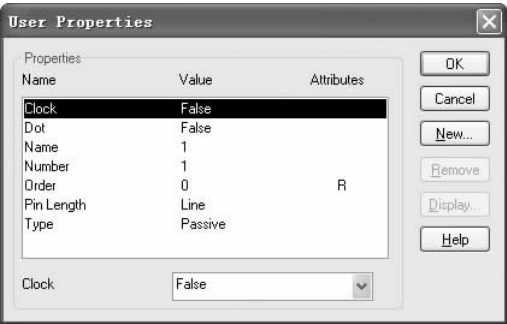

图 2-17 “User Properties（用户属性）”对话框
4. ：单击该按钮，弹出“User Properties（用户属性）”对话框，如图 2-17 所示，在该对话框中可设置该引脚名称、引脚编号的可见性、引脚线型、引脚类型等参数。